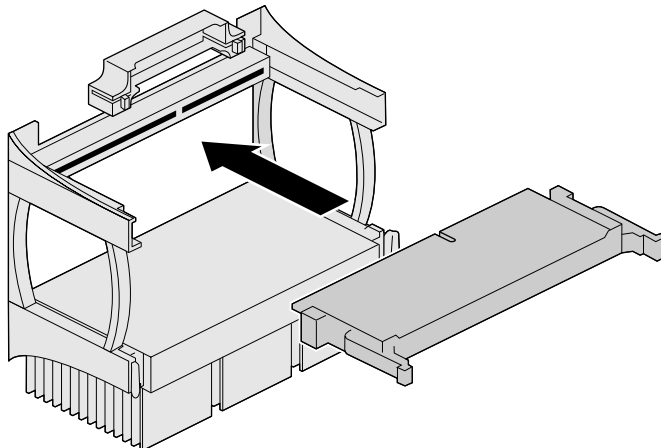

图 6-11 安装处理器端接卡
9. 如果从顶端插槽拆除了处理器，但又不想更换，则应安装处理器端接卡。具体操作如图 6-11 所示。